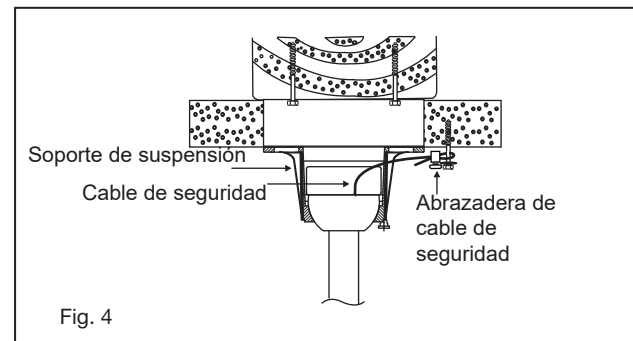

Fig. 4
- 8 Fije el dosel al soporte del colgador insertando las aberturas de la ranura para llaves del dosel en los tornillos del soporte del colgador (Fig. 4), y gire el ventilador hacia la derecha para enganchar los tornillos en el ranura del teclado.
- 3 Levante la bola / varilla / ventilador en la abertura del soporte de suspensión. NOTA: La lengüeta opuesta a la abertura del soporte del colgador debe encajar en la ranura de la bola. (Fig. 4)
Fije el perno de retraso y la arandela plana a la viga del techo. Conecte el cable de seguridad al perno de retraso. Deslice la abrazadera del cable sobre el cable de seguridad (del ventilador). Coloque el extremo del cable a través del perno de retraso. Pase la mayor cantidad posible de cable a través del perno de retraso. Introduzca el extremo del cable en el orificio de la abrazadera y apriete firmemente el tornillo. (Fig. 4). Corte el exceso de cable de seguridad.